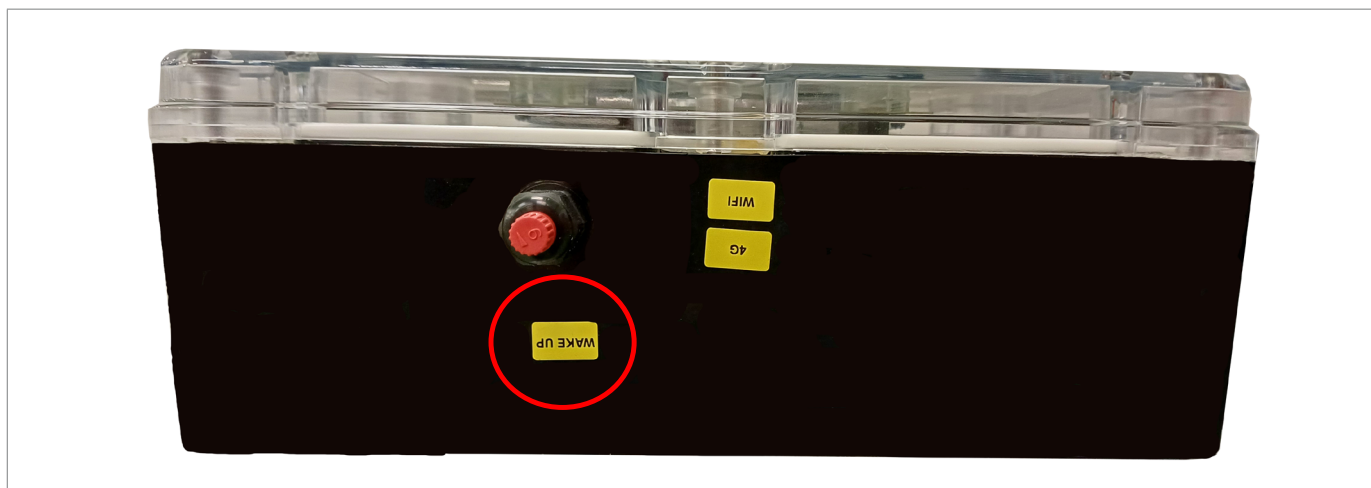

Fig. 5.18. Etichetta per abilitazione Bluetooth
1. Posizionare il magnete vicino all'etichetta "WAKE UP" (Fig. 5.18)